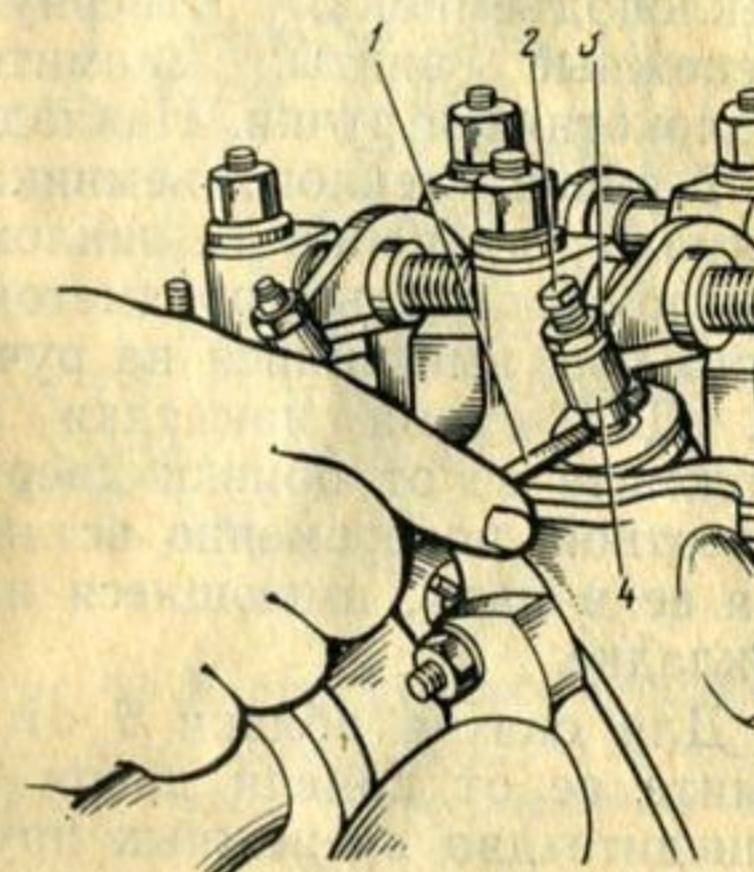

Рис. 44. Проверка зазора между торцами наконечника нажимного болта коромысла и стержня клапана:
3. Проверьте плоским щупом 1 (рис. 44) зазоры между